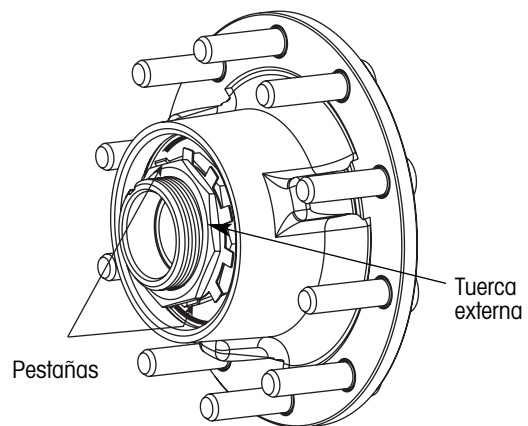

Figura 72. Desdoblado las pestañas de la arandela de seguridad
5. Usando un desarmador u otra herramienta adecuada, desdoble las dos pestañas de la arandela de seguridad para que no interfieran con la tuerca externa (figura 72).